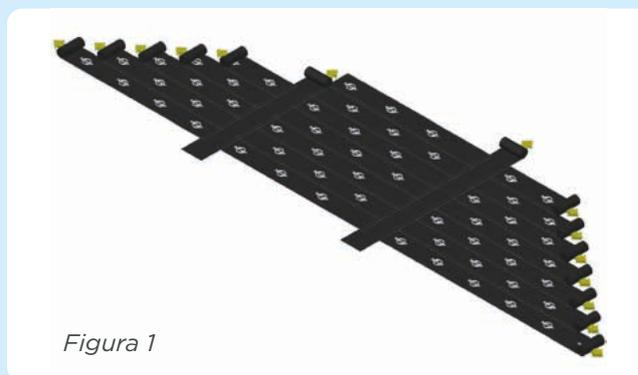

Figura 1
- > La direzione principale degli elementi termoisolanti deve essere perpendicolare rispetto alla direzione di posa dell'elemento di tenuta. Saranno comunque accettabili direzionalità dei pannelli in senso longitudinale ai teli delle membrane, in situazioni particolari e/o localizzate e/o per esigenze in fase esecutiva (alcuni esempi sono: linee perimetrali interne e/o esterne, linee di colmo e conversa, giunti strutturali e nel sistema di collegamento delle testate dei teli mediante inserimento di teli singoli intervallati, posati trasversalmente, rispetto ai teli della superficie corrente della copertura - vedi figura 1).